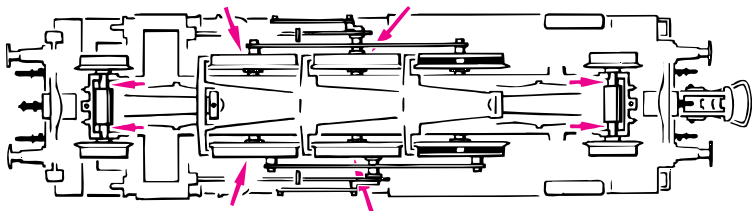

Fig. 9
4. Haftreifenwechsel: Die **Haftreifen** mit einer Nadel oder einem feinen Schraubendreher abziehen. Beim Aufziehen des neuen Haftreifens bitte darauf achten, dass dieser sich **nicht verdreht** (Fig. 9).
Enlevez les bandages d'adhérence à l'aide d'une aiguille ou d'un tourne-vis fin. Lors du montage des nouveaux bandages veuillez veiller à ce que les bandages **ne soient pas tordues** (fig. 9).
4. Change of traction tyre: Remove **traction tyre** using a pin or a fine screwdriver. When pressing on the new traction tyre please **avoid twisting** it (fig. 9).